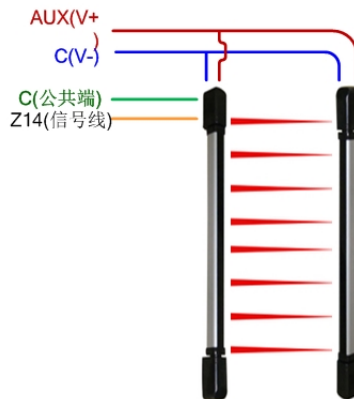

图 5-71 探测器接线图（右侧立柱）
- ② 将右侧探测器的信号线分别接在 Z14、C 端口，如图 5-71 所示。